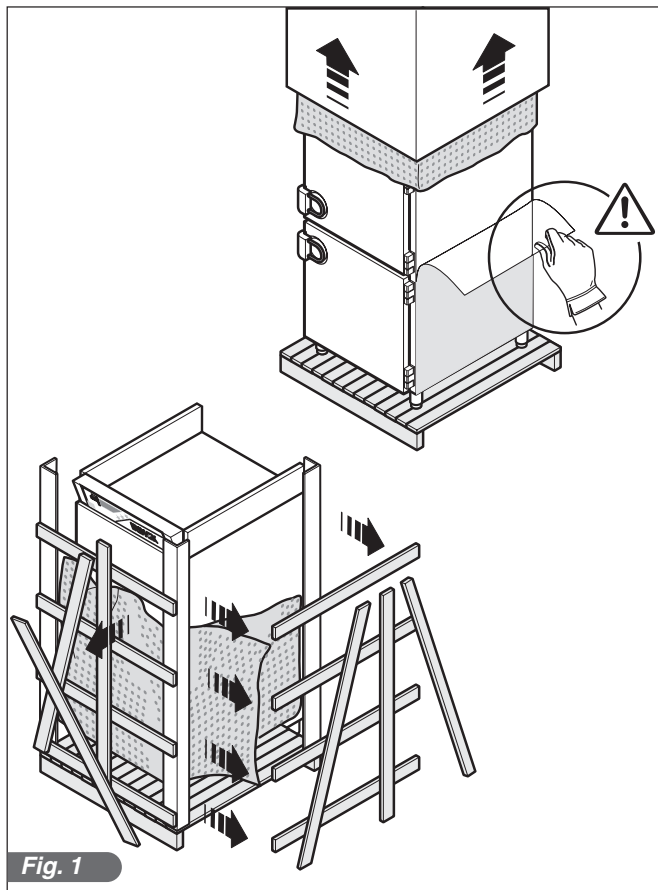

Fig. 1
- Quite la película de PVC de todos los lados (Fig. 1).